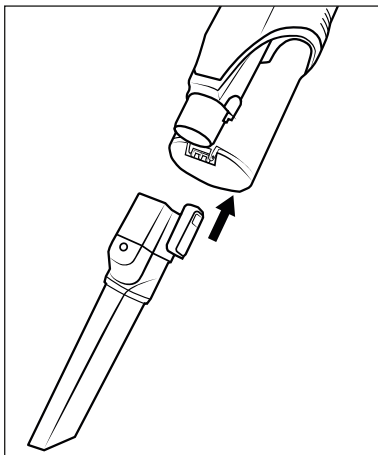

Abb. 14
- Die 2-in-1 Kombibürste ①② kann als breite Düse oder als Bürste verwendet werden. Halten Sie die Entriegelungstaste gedrückt und schieben Sie den Bürstenaufsatz je nach Bedarf vor oder zurück. Verwenden Sie die 2-in-1 Kombibürste ①②, um z. B. Schubladen oder Staufächer zu saugen oder um mit dem weichen Bürstenaufsatz Tastaturen oder empfindliche Oberflächen zu entstauben.
- ♦ Schieben Sie das Zubehör auf das Saugrohr **24** oder auf die Saugöffnung des Gerätes, bis es mit einem Klickgeräusch einrastet (siehe Abb. 14). Achten Sie dabei auf die richtige Position der Verriegelung.